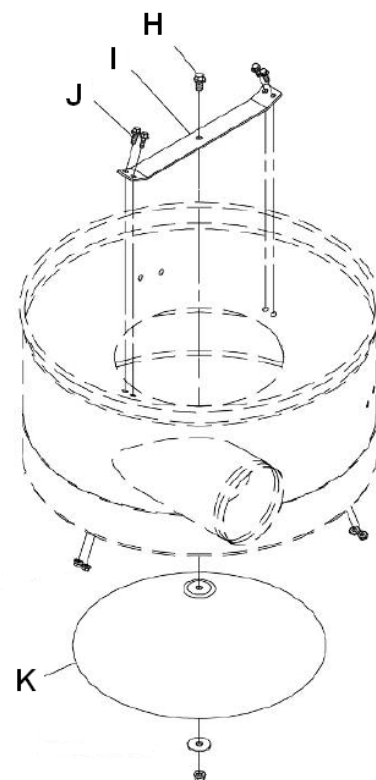

Рис. 8
Прикрепите опорную скобу (I, Рис. 8) к корпусу при помощи 4 болтов (J) и гаек.